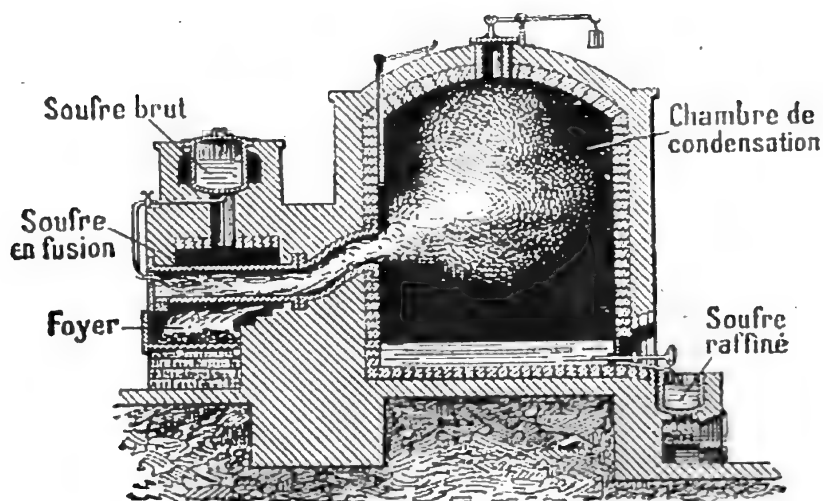

Fig. 79. — Raffinage du soufre.
**2. Raffinage du soufre.** — On chauffe dans une chaudière (fig. 79) le soufre brut, obtenu par fusion ou par une première distillation ; il descend dans une cornue